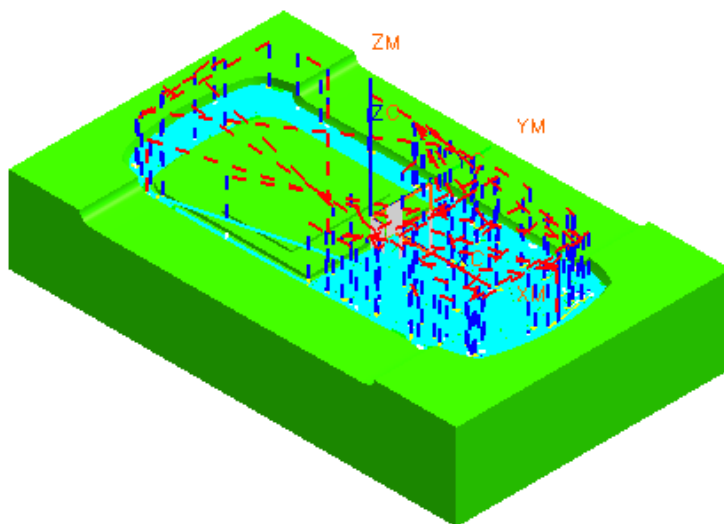

图 9-203
- 单击 , 生成如图 9-203 所示的刀轨, 单击 O K 确认。